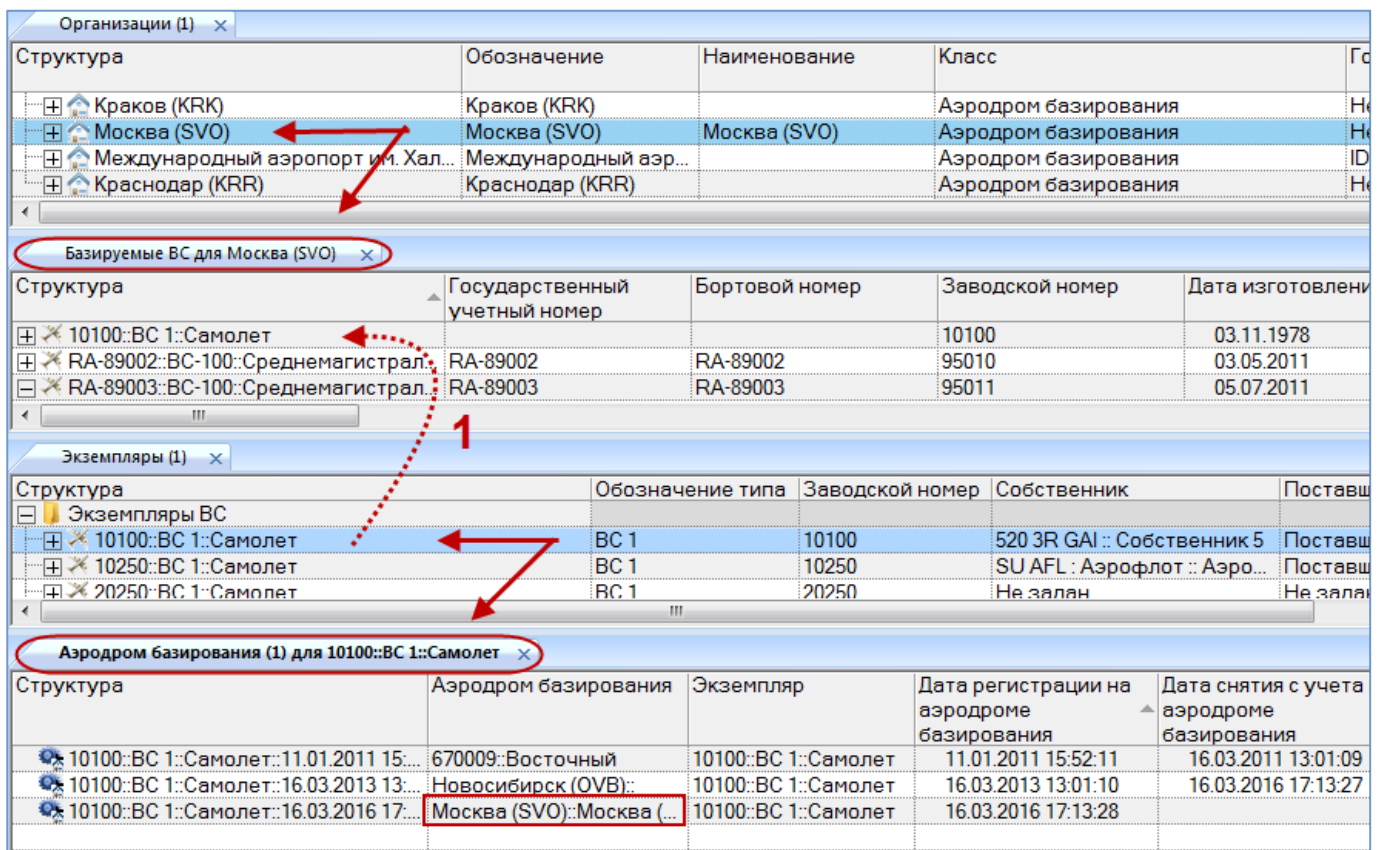

Рис. 13-121 – Назначение точки базирования перетаскиванием экземпляра ВС в окно связанных объектов «Базируемые экземпляры ВС» для организации
3) Открывается окно связанных объектов, в котором перечислены все экземпляры ВС, которые в настоящий момент базируются в выбранной организации (рис. 13-121).
4) При перетаскивании экземпляра ВС в окно связанных объектов «Базируемые экземпляры ВС» (1 на рис. 13-121) создается движение в организацию – точка базирования.